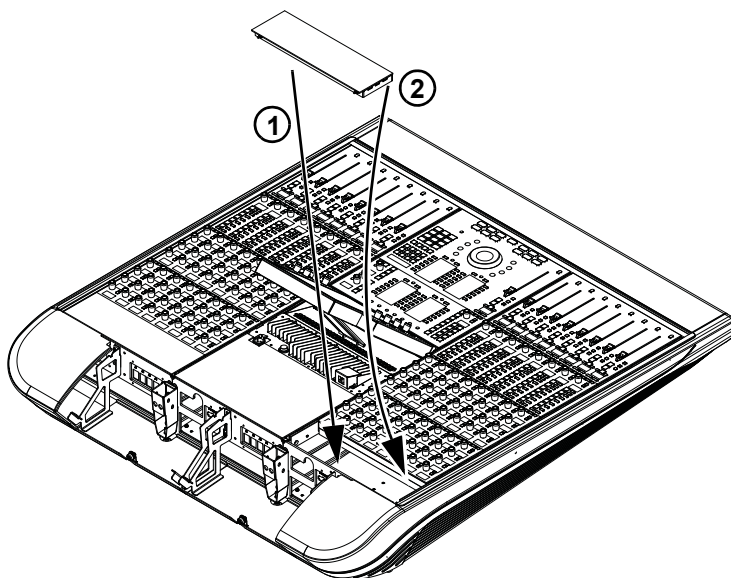

Figure 37. Installation d'un panneau de compression Channel
- 3 En tenant le panneau incliné, placez le côté à ressorts du panneau contre l'arrière du bac et exercez une pression suffisante pour compresser les ressorts, puis abaissez le bord avant du panneau de compression pour le mettre en place en haut du bac, comme représenté sur la Figure 37.